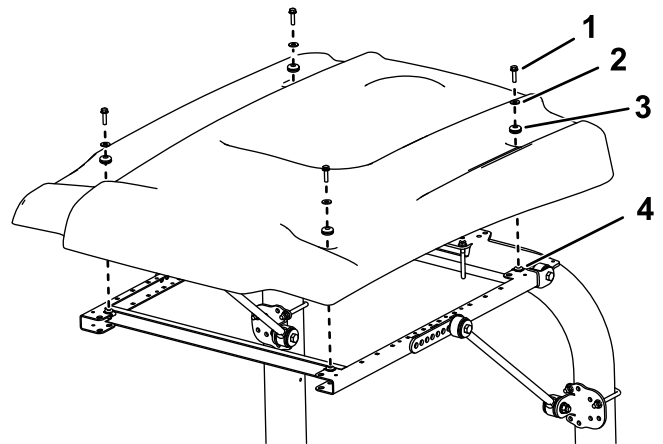

Figura 13
14. Alinee los taladros de montaje y posicione el toldo sobre el bastidor, según se muestra en Figura 13.
15. Sujete provisionalmente cada esquina del toldo al bastidor con un perno con arandela prensada (5/16" x 1 1/4"), una arandela pequeña y un anillo de goma (Figura 13).